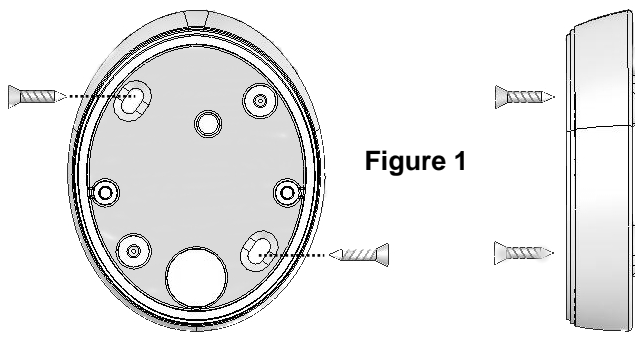

Figure 1
- b) Apply the keyboard to the wall through the two slots located on the base (Figure 1).
- b) Appliquer le clavier au mur par les deux trous positionnés sur la base (Figure 1).